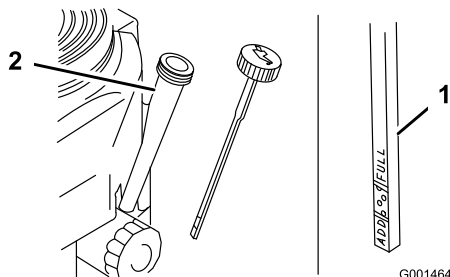

Figure 34
4. Nettoyez la surface autour de la jauge d'huile (Figure 34) pour éviter que des impuretés ne s'introduisent dans le goulot de remplissage, ce qui risquerait d'endommager le moteur.
5. Retirez la jauge d'huile et essuyez soigneusement son extrémité (Figure 34).
6. Remettez la jauge au fond du tube de remplissage, mais sans la visser (Figure 34).
9. Versez avec précaution environ 80% de la quantité d'huile spécifiée dans le goulot de remplissage (Figure 34).